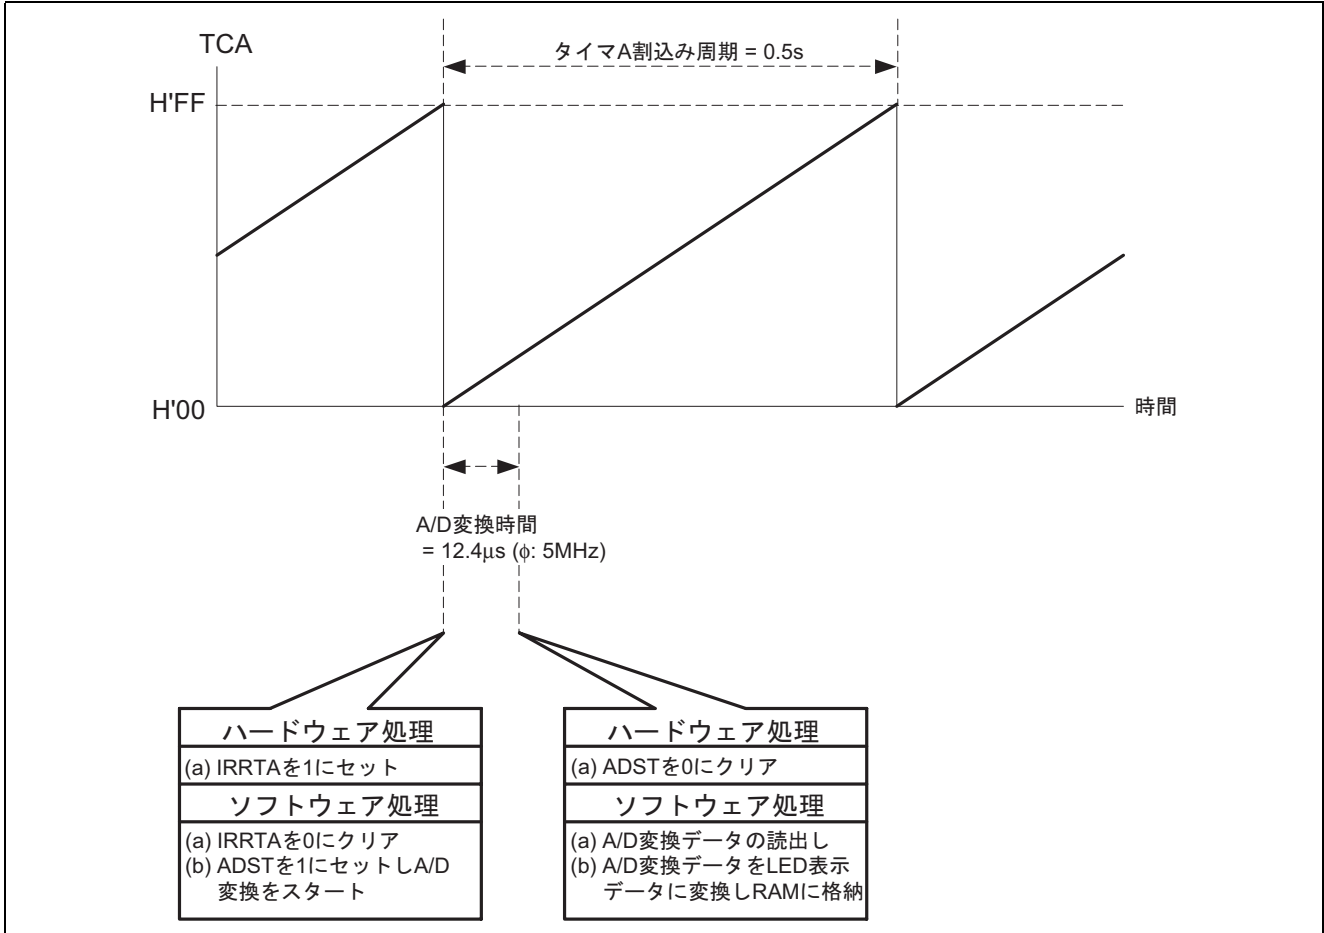

図 6 タイマ A を使用した AN1 端子の A/D 変換の動作原理
(1) 図 6 にタイマ A を使用した, AN1 端子の A/D 変換を行う際の動作原理を示します。図 6 に示すように, 本タスク例では, A/D 変換割込みを使用せずに tmra 割込み処理ルーチンの中で, A/D 変換終了判定を行っています。